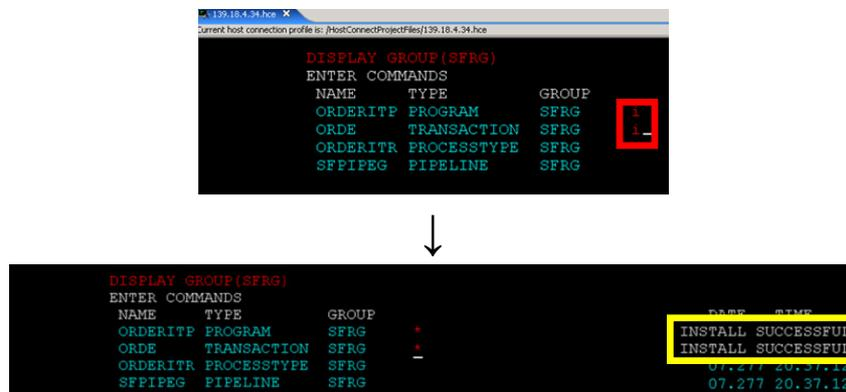

Abbildung 60
- Um nun das Programm ORDERITP und die Transaction ORDE zu installieren geben wir hinter diese beiden ein **i** wie install ein und drücken danach die **Enter** Taste (Abbildung 60). Anschließend erscheint hinter jedem diesen beiden ein INSTALL SUCCESSFUL. Der Webservice ist nun ordnungsgemäß installiert. Der Prozesstype ORDERITR wurde bereits während der Übermittlung der #ORDERIT.jcl Datei an das System installiert.